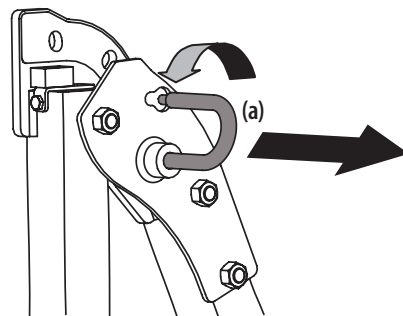

Figure 2-3
1. Tirez sur la partie supérieure de la structure de protection anti-retournement pour pouvoir retirer les goupilles de verrouillage (a). Placez les goupilles de chaque côté dans la position de rotation. Laissez les goupilles s'enclencher pour vous assurer qu'elles soient dans la position de rotation. Voir Figure 2-3.